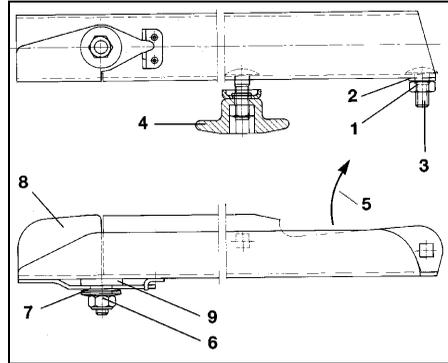

Fig. 38
- Desserrez l'écrou autobloquant (Fig. 38/1).
- Retirez la rondelle (Fig. 38/2) et la vis à tête ronde (Fig. 38/3).
- Desserrez l'écrou à ailettes (Fig. 38/4) et remplacez l'aube d'épandage..
- L'écrou autobloquant (Fig. 38/1) doit être serré de telle manière que l'aube puisse être manoeuvrée manuellement.
Veillez au positionnement correct des aubes. La face ouverte du profil en U de l'aube doit être orientée dans le sens de rotation (Fig. 38/5).